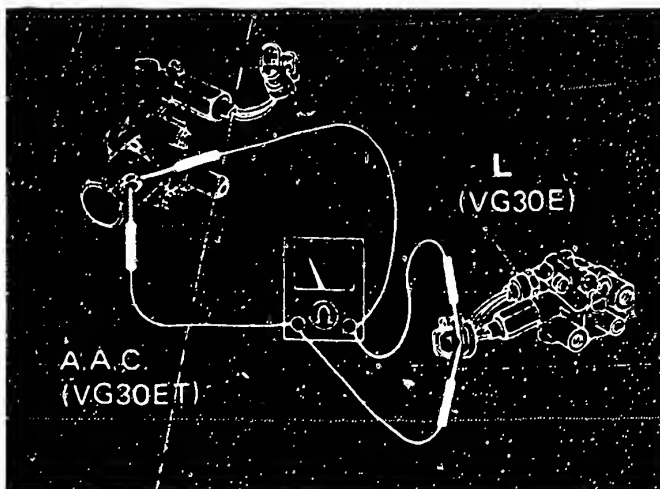

Bild 29 Prüfen der Magnetventile für die Leerlaufanhebung. L Leerlaufanhebungs-Magnetventil.
- Die **Magnetventile** sind mit einem Ohmmeter auf Durchgang auszumessen (Bild 29).